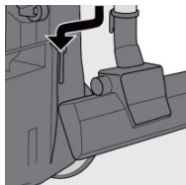
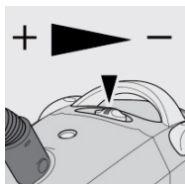

Рис. 11
Рис. 12
- При необходимости ненадолго прервать уборку, выключите пылесос (рис. 10) и выньте вилку шнура из розетки, втяните шнур (рис. 11) и вставьте ребро насадки в специальную ячейку, установив трубку в удобное положение (рис. 12).
ПРЕДУПРЕЖДЕНИЕ: Опасность поражения электрическим током! Если на конце шнура питания вы видите красную метку, втяните шнур питания, нажав на кнопку втягивания. Втяните шнур питания до желтой метки (рис. 11).
ПРЕДУПРЕЖДЕНИЕ: Опасность получения травмы! Выключите пылесос после окончания уборки (рис. 10) и втяните шнур (рис. 11) питания. При втягивании шнура, держите вилку в руке таким образом, чтобы шнур не метался в разные стороны и не поранил вас или окружающих людей.